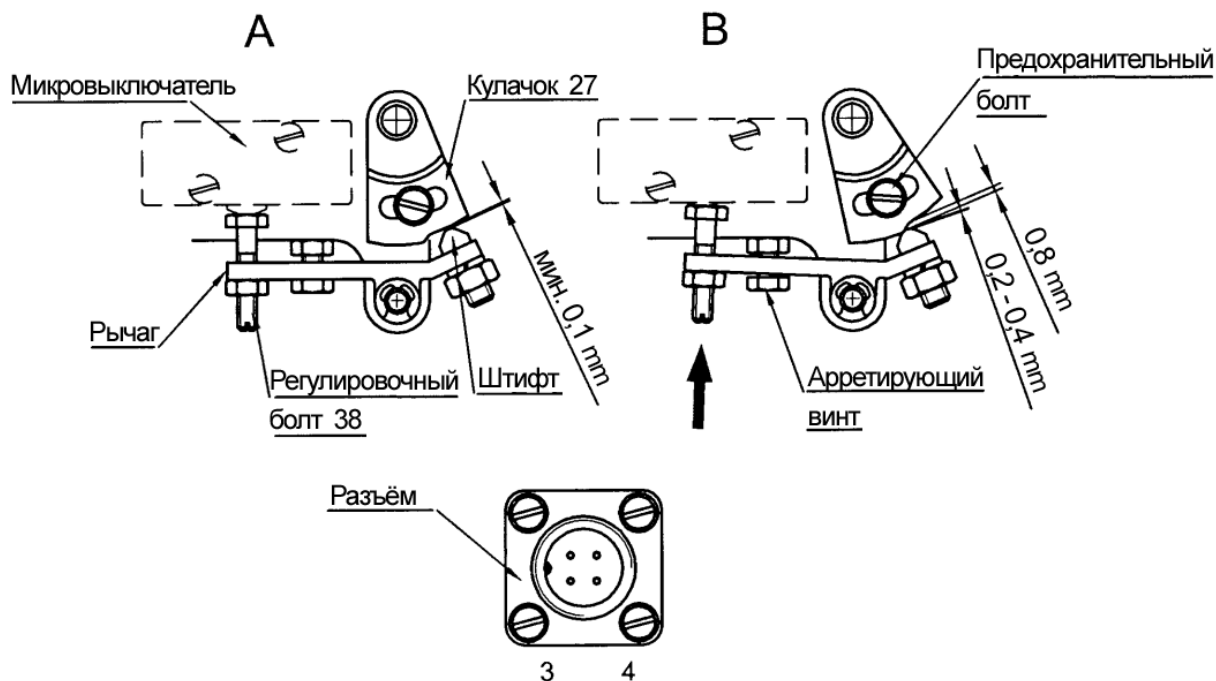

Рисунок 11-20 Регулировка микропереключателя сигнализации БЭТА зоны
- (b) Регулировочный болт [38] на рычаге, которым управляется микропереключатель, отрегулируйте так, чтобы микропереключатель сигнализации БЕТА-зоны замыкался в положении скользящего штифта 0,8 мм (вставьте листовой шаблон для измерения) над упорной плоскостью кулачка [27] (Рисунок 11-20). Данная регулировка обеспечивает правильное замыкание микропереключателя при выходе скользящего штифта на пиковую плоскость кулачка.
Если этот зазор меньше, отрегулируйте его арретирующим винтом (Рисунок 11-20), на головку которого опирается рычаг. Арретирующий винт зафиксируйте, подтянув гайку.
- 2 Момент включения электрической сети отрегулируйте только вращением кулачка [27] после ослабления предохранительного болта (Рисунок 11-20).
Момент включения электрической цепи микропереключателем можно также проверить подключением подходящего источника слаботочного источника (макс.12 Вольт) лампочки с контактами 3, 4 к разъёму (Рисунок 11-20).